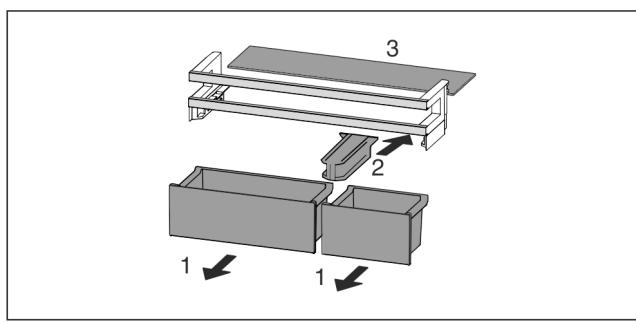

Fig. 124
- Снимите среднюю поддерживающую деталь Fig. 124 (1).
- Вставьте среднюю поддерживающую деталь во вторую позицию Fig. 124 (2).